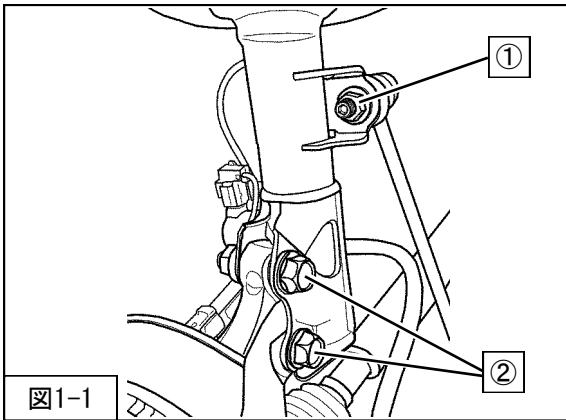

図1-1
3. ①スタビライザリンク取付ナット
②フロントサスペンションASSYロア取付ボルト・ナットを取外してください。(図1-1)